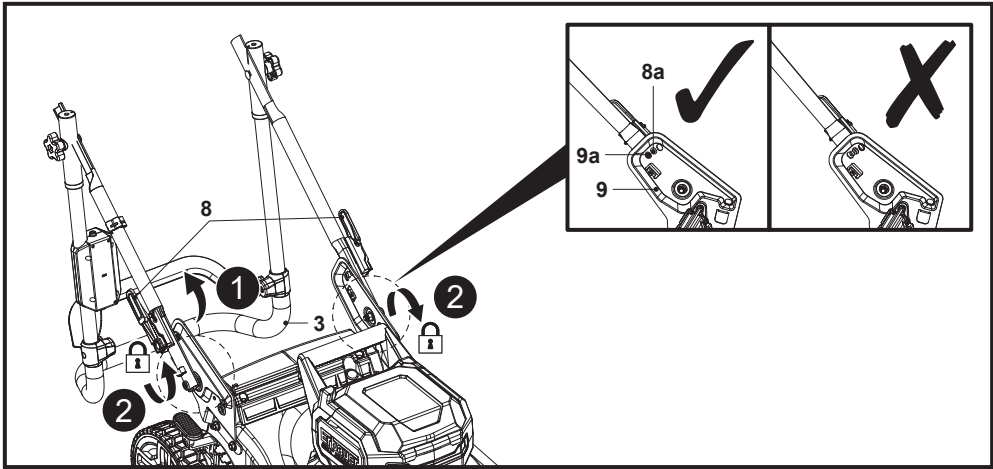

Fig. 2
3. Saisir le guidon (3) et continuer à le faire tourner jusqu'à ce que la goupille de verrouillage (8a) du levier de verrouillage (8) s'engage automatiquement dans l'un des trous (9a) du support de guidon (9) en fonction de la hauteur de guidon requise. Faire tourner les deux leviers de verrouillage (8) dans le sens des aiguilles d'une montre pour fixer le guidon (Fig. 2, étapes 1, 2).